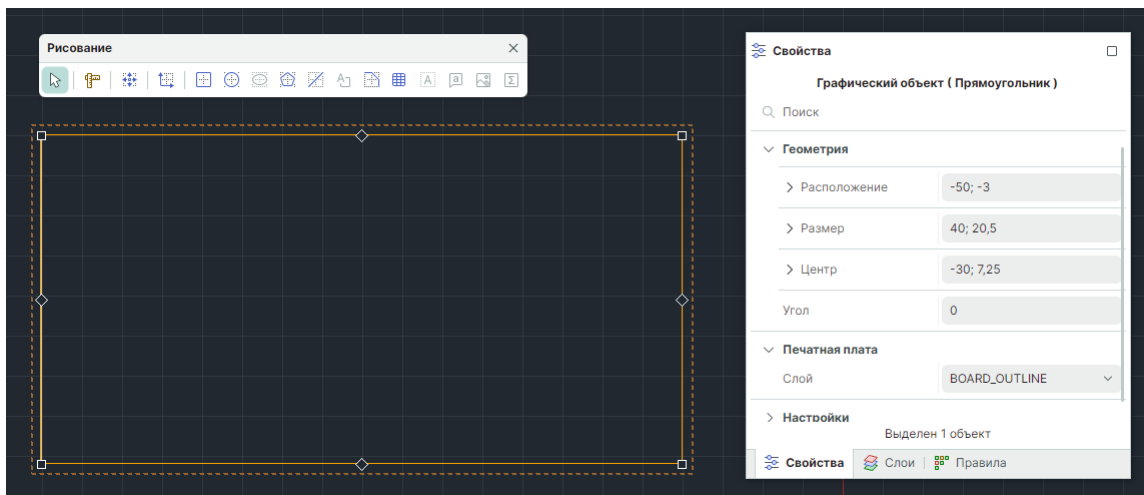

Рис. 106 Создание границ платы графическими инструментами
2. Постройте замкнутый контур, используя инструменты графического редактора, см. Рис. 106.